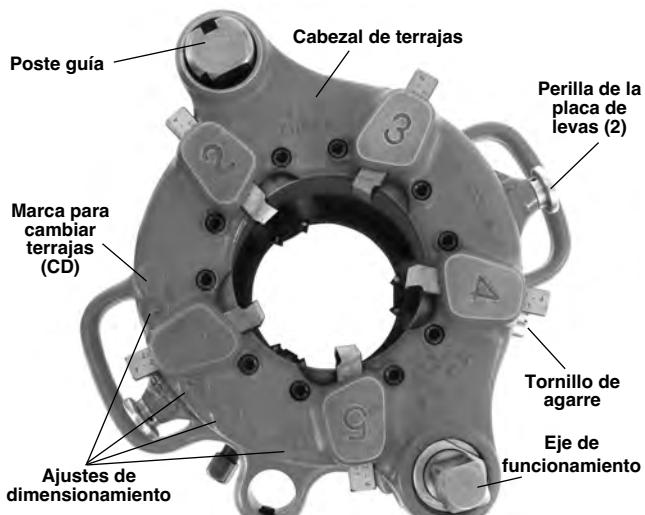

Figura 3 – Rosadora a engranajes con el eje de funcionamiento hacia arriba (se muestra el Modelo 141)
2. Extraiga el tornillo de agarre de la placa de selección (*Figura 3*).